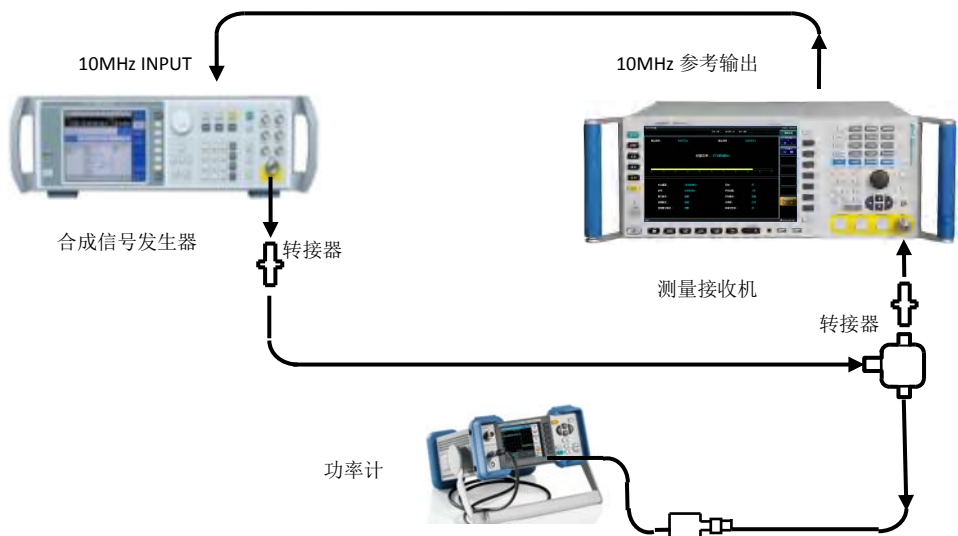

图 8.1 频率计数灵敏度测试示意图
- 1) 按照图 8.1 所示连接 3927 的 10MHz 输出接合成信号发生器的 10MHz INPUT，连接合成信号发生器的射频输出与功分器的输入，功分器的输出分别接 3927 的射频输入和功率计探头。